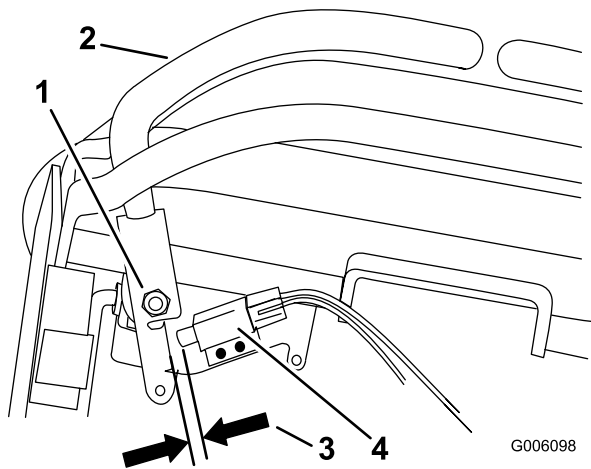

Bild 43
10. Prüfen Sie den Abstand zwischen dem Steuerhebel und -schalter, wie in Bild 43 dargestellt. Der Abstand muss 3 mm sein.
11. Lösen Sie ggf. die Schrauben, mit denen der Schalter befestigt ist, und stellen Sie den Schalter ein (Bild 43).